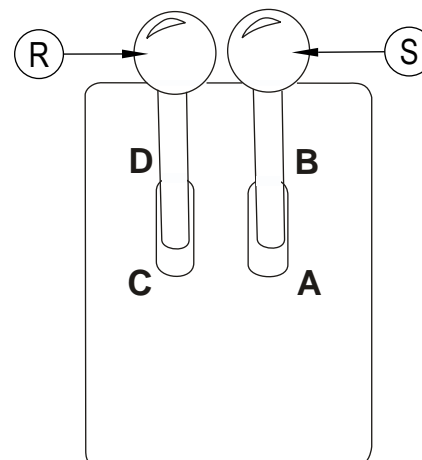

FIGURE 9
La commande d'alimentation et de levage de brosse latérale droite (H) est située du côté droit du tableau de bord. Pour soulever et arrêter la brosse latérale, saisissez le levier et enfoncez-le jusqu'au cran de verrouillage, indiqué par la flèche «HAUT». Pour abaisser la brosse latérale, poussez le levier vers le haut et à gauche, loin du cran de verrouillage. Laissez le levier s'abaisser –jusqu'à ce qu'il repose à côté de la flèche «BAS». La brosse commence automatiquement à tourner tandis que le levier se rabaisse. Pour allumer les brosses latérales, déplacez le levier de brosse latérale/levage de la trémie vers l'avant en position «MARCHE» (Voir Figure 9).
LEVIER DE BROSSE LATÉRALE/LEVAGE DE LA TRÉMIE (Voir Figure 9)
LEVIER DE COMMANDE DE RECUL/DÉCHARGE DE LA TRÉMIE (Voir Figure 9)
La commande de levage de brosse latérale gauche (H) est située du côté gauche du tableau de bord. Pour soulever et arrêter la brosse latérale, saisissez le levier et enfoncez-le jusqu'au cran de verrouillage, indiqué par la flèche «HAUT». Pour abaisser la brosse latérale, poussez le levier vers le haut et à droite, loin du cran de verrouillage. Laissez le levier s'abaisser jusqu'à ce qu'il repose à côté de la marque «BAS». Pour allumer les brosses latérales, déplacez le levier de brosse latérale/levage de la trémie (R) FIGURE 9 vers l'avant en position «MARCHE».